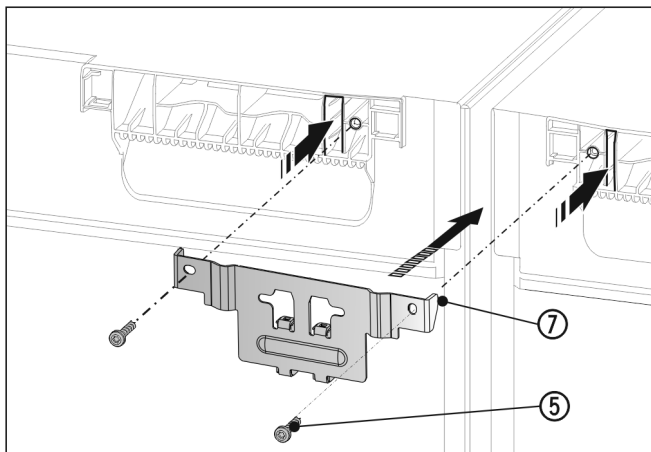

Fig. 19
- ▶ Hoek Fig. 19 (7) met het afstandsstuk tussen de apparaten en met de lussen in de bovenkant van het apparaat schuiven. Met 2 schroeven Fig. 19 (5) vastschroeven.